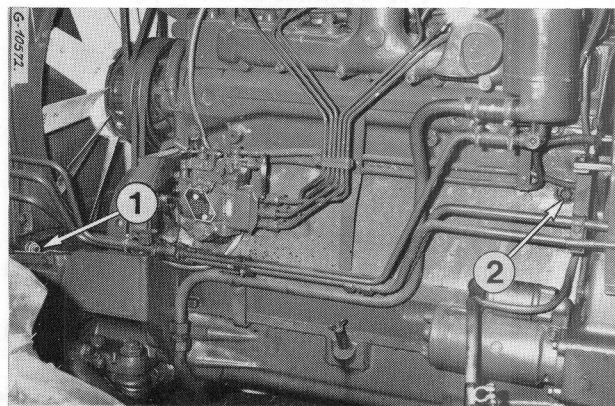

Figure 74
2 - Retirez le bouchon de vidange du bloc-moteur (2) Fig. 74 et le bouchon de vidange du radiateur (1).
5 - Mettez en place les deux bouchons de vidange (1 et 2) Fig. 74 et (5) Fig. 62.